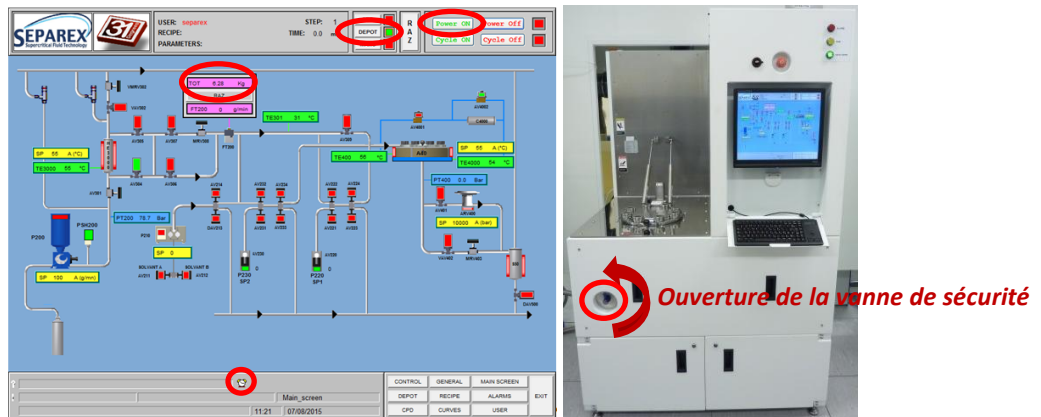
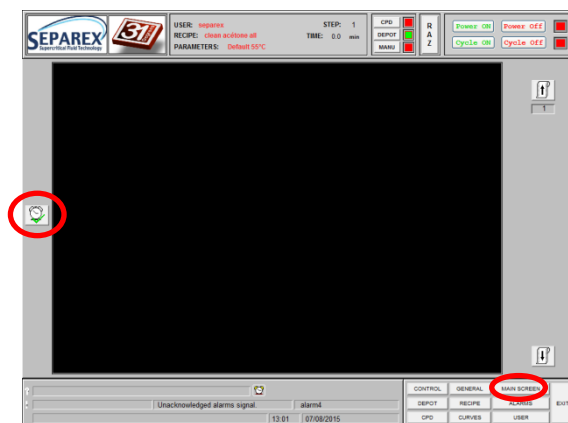

Figure 4 : allumage du SFD-200
Figure 5 : arrêt de l'alarme de démarrage de l'équipement
Une fenêtre s'ouvre et indique que le batch s'est correctement chargé. Valider en cliquant sur **OK**. Vous pouvez maintenant allumer l'équipement en cliquant sur **DÉPÔT** puis sur **Power ON** (Figure 4) et enfin sur **MAIN SCREEN**.
Ouvrez (quart de tour dans le sens antihoraire) la **vanne de sécurité** du CO2 (Figure 4 à droite). Il faut compter environ 30 min pour que la température de consigne de la chambre de dépôt et de l'échangeur thermique se stabilise.
- Avant de démarrer un procédé, penser à vérifier qu'il reste suffisamment de CO2 dans la bouteille (Figure 4, encadré rose). Si le **volume cumulé est supérieur à 25 kg**, la bouteille doit être changée. Pour cette opération, veuillez contacter les personnes en charge de l'équipement.
- Après l'allumage, une alarme se déclenche. cliquer sur le bouton réveil (Figure 4 à gauche). La fenêtre ci-dessous apparaît (Figure 5). Afin de désactiver cette alarme cliquer sur le bouton **RÉVEIL** et sur **MAIN SCREEN** pour revenir à l'écran principal.